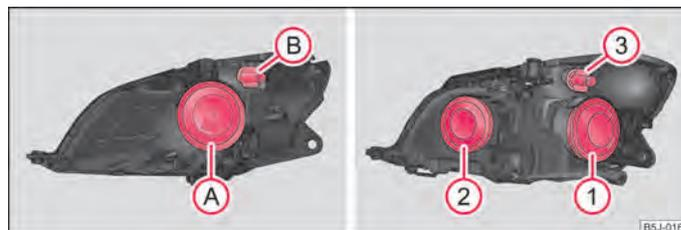

Abb. 157 Einbaulage der Lampen: Halogen-Scheinwerfer / Halogen-Projektorscheinwerfer
- Nehmen Sie die Schutzkappe ab **Ⓐ** ⇒ Abb. 157.
- Nehmen Sie die Schutzkappe ab **①** ⇒ Abb. 157.
- Nehmen Sie die Schutzkappe ab **②** ⇒ Abb. 157.
- Drehen Sie die Fassung **(B)** ⇒ **Abb. 157** bzw. die Fassung **(3)** nach links und nehmen Sie diese zusammen mit der Glühlampe für Blinklicht heraus.
- Nehmen Sie die Schutzkappe ab **(A)** bzw. **(2)** ⇒ **Abb. 157**.